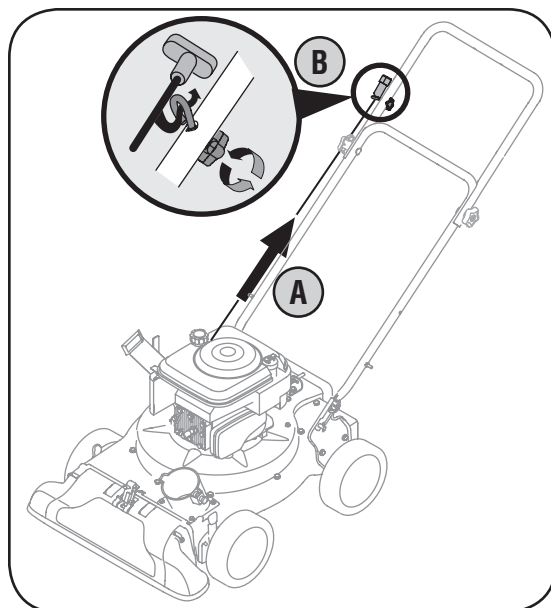

Figura 3-3
- b. Deslice la cuerda de arranque en la guía. Ajuste la tuerca a mariposa. Vea la figura 3-3.